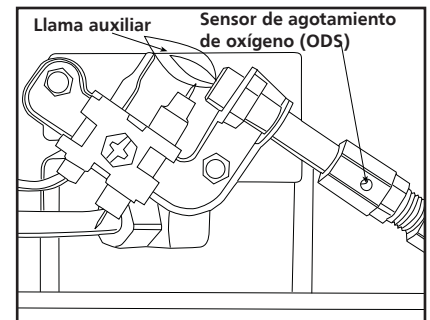

Figura 6
Durante el uso del calefactor, se debe inspeccionar de forma visual y periódica la llama auxiliar y el quemador. La llama auxiliar debe ser de color azul (no amarillo) y se extenderá más allá del termopar. La llama envolverá el termopar justo por debajo de la punta (consulte la figura 6).
- 3 Quite los cuatro (4) tornillos que fijan la cubierta trasera del calefactor.
- 5 Quite los cuatro (4) tornillos de sujeción del quemador y la línea de combustible procedente del conjunto del quemador. Extraiga el conjunto del quemador de la parte trasera del receptáculo.
- 7 Inspeccione y limpie el orificio del quemador principal (roscado dentro del soporte del orificio). El soporte del orificio está fijado al Venturi del conjunto del quemador mediante dos (2) tornillos.
- 8 Inspeccione y limpie el auxiliar (montado en el soporte) con una aspiradora o aire comprimido a través de los orificios del auxiliar indicados mediante las flechas que se muestran en la figura 6.